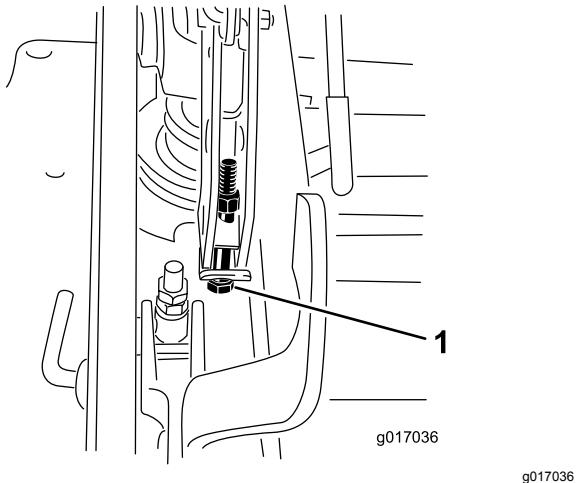

**Bild 98**
11. Zum Einstellen der zentralen Einstellung lösen Sie die zwei Schrauben unten an der Schnitthöhenplatte (**Bild 98**).
13. Ziehen Sie die zwei Schrauben unten an der Schnitthöhenplatte an (Bild 98).